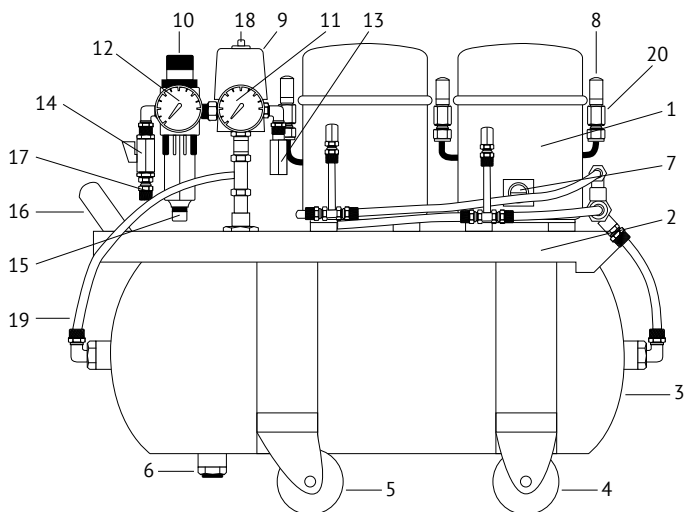

Рис. 1. Компрессор К-9:
4.1 Внешний вид панели показан на Рис. 1.
4.2 Основные детали компрессора установлены на платформе 2 (Рис. 1), которая с помощью хомутов закреплена на ресивере 3. К нижней части хомутов приварены опоры на которые закрепляются колеса 4 и 5, задние не поворотные, передние поворотные. Наличие четырех колес значительно облегчает перемещение компрессора в пределах помещения. Компрессорные блоки 1 закреплены на платформе с помощью виброгасящих резиновых втулок и оснащены окном 7 для контроля уровня масла и воздушными фильтрами 8. Для обеспечения автоматической работы компрессора имеется реле давления 9, которое настроено на выключение при увеличении давления до 0,9 МПа и включение его при уменьшении давления до 0,7 МПа. Давление включения и отключения контролируется манометром 11. Для поддержания давления на одном уровне имеется фильтр-регулятор 10,
5.17 Запуск и останов компрессора производить только с помощью реле давления 9 (рис.1), так как это реле при останове компрессора производит разгрузку линии нагнетания компрессорных блоков (с характерным «пшиканьем»). При останове компрессора с помощью сетевой вилки разгрузки не произойдет и повторное включение может привести к выходу из строя компрессорных блоков.
6.4 Убедившись, что *выключатель 18 (Рис.1)* выключен, подключите компрессор к сети переменного тока 220 В, 50 Гц, имеющей заземляющий контакт.
7.1 Закройте *кран 14 (Рис.1)*.
7.7 При кратковременных перерывах в работе достаточно перекрыть *кран 14 (Рис.1)* и стравить воздух из подводящего шланга с помощью присоединенной панели ПСКА или другого оборудования. Для возобновления работы достаточно открыть *кран 14*.
8.3 При текущем техническом обслуживании необходимо выполнить работы по п. 8.2 и слить конденсат из фильтра-регулятора 10 (рис. 1), ресивера 3 путем выкручивания пробки 6. Проверить чистоту воздушных фильтров путем их продувки, в случае загрязнения — промыть или заменить новыми.